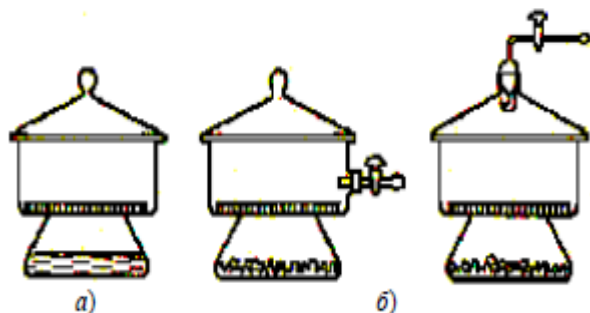

Рис. 2.5. Эксикаторы: а – обычный; б – вакуум – эксикаторы
**Эксикаторы** – емкости из толстостенного стекла – предназначены для высушивания твердых веществ. Различают обычные и вакуум-эксикаторы (рис. 2.5).